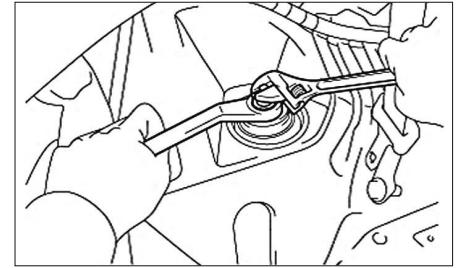

FIG. 22
- la fixation supérieure d'amortisseur (Fig.22).